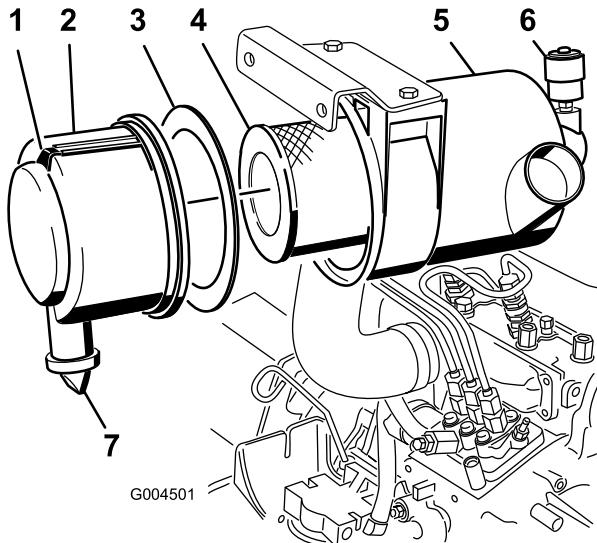

Figure 39
- Faites l'entretien du filtre à air quand l'indicateur de colmatage (Figure 39) est rouge ou toutes les 400 heures (plus fréquemment si vous travaillez dans une atmosphère extrêmement poussiéreuse ou sale). N'effectuez pas l'entretien du filtre à air trop souvent.
- Tirez le verrou vers l'extérieur et tournez le couvercle du filtre à air dans le sens antihoraire (Figure 39).
- Déposez le couvercle du corps du filtre à air (Figure 39).
- Déposez et remplacez le préfiltre (Figure 39).
- Vérifiez que le joint en mousse est en place dans le couvercle et qu'il n'est pas déchiré ou endommagé (Figure 39).
- Retirez la valve de sortie en caoutchouc du couvercle (Figure 39).
- Réarmez l'indicateur de colmatage (Figure 39) si il est rouge.